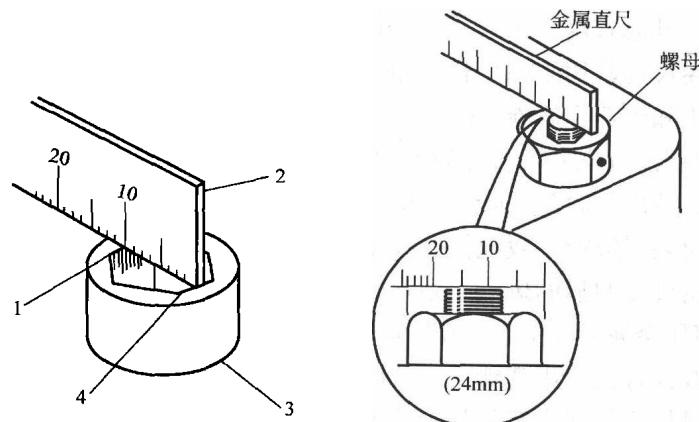

图 1-3 用金属直尺测量内六角螺母和外六角螺母
- 5) 测量螺母以及直边的部件时，使用金属直尺的效果较好，如图 1-3 所示。